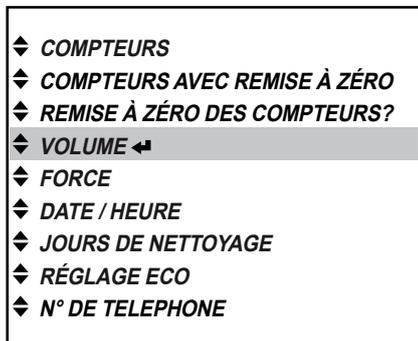

Fig. 57
1. Appuyez sur la touche d'entrée ← pour afficher le menu « VOLUME » (fig. 57).